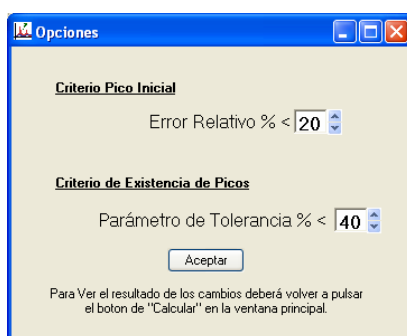

Figura 6: Ventana de selección de elemento para el criterio de pico inicial y el parámetro de tolerancia
- El *criterio de pico inicial* y el *parámetro de tolerancia* se seleccionan pinchando sobre el botón **Opciones** (figura 6)